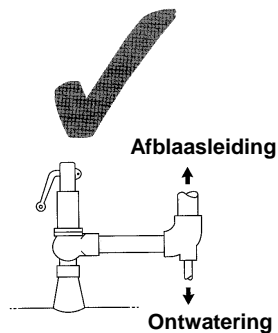

Fig.5
8. Indien de afblaasleiding naar boven loopt dient een ontwatering voorzien te worden op het laagste punt (Fig.5). Leid deze ontwatering af naar een veilige plaats.